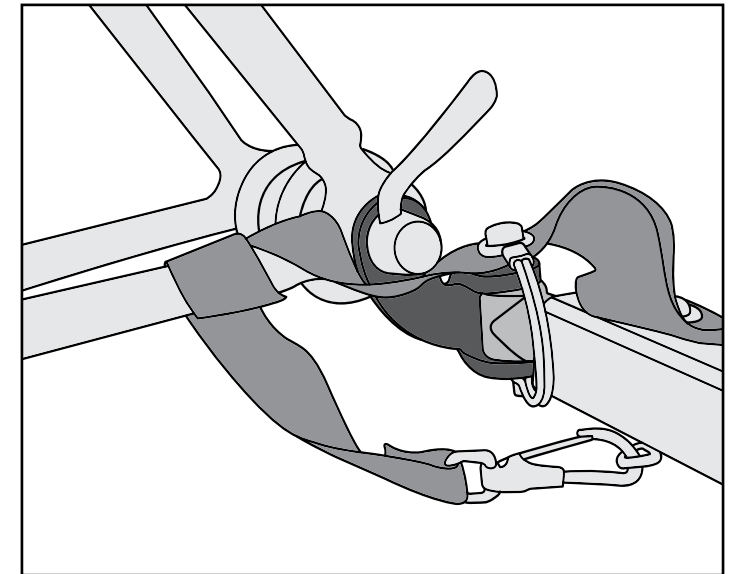

Figure 18
2. **Accrochage de la barre de remorquage à l'attelage :** Insérez le connecteur flexible entre les deux orifices de l'attelage. Insérez la tige de retenue et fermez le dispositif de retenue. Enroulez deux fois la sangle de sécurité autour du cadre du vélo et attachez-la à l'anneau d'arrimage de la barre de remorquage (Figure 18). La sangle et le loquet ne doivent pas entrer en contact avec les rayons.